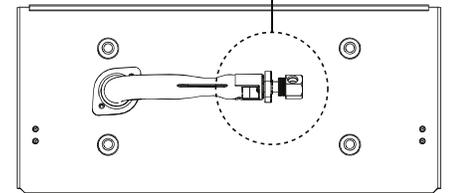

FIG. 3: Vue de Dessous du Brûleur
5. Avant de remettre l'assemblage du brûleur en place, assurez-vous d'ajuster l'ouverture du volet d'air (Fig. 3). Voir le tableau de réglage de venturi sur la prochaine page pour plus de détails.